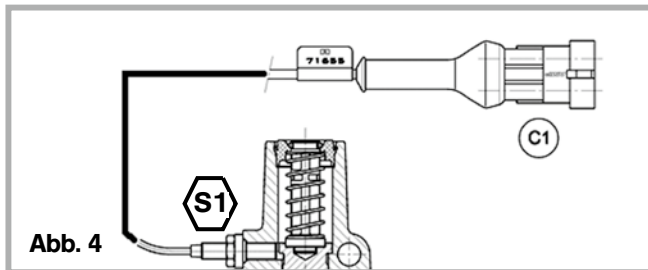

Abb. 4
- Sensor **S1** detektiert den Kuppelzustand der Anhängerkupplung – geöffnet oder geschlossen (s. Abb. 4)